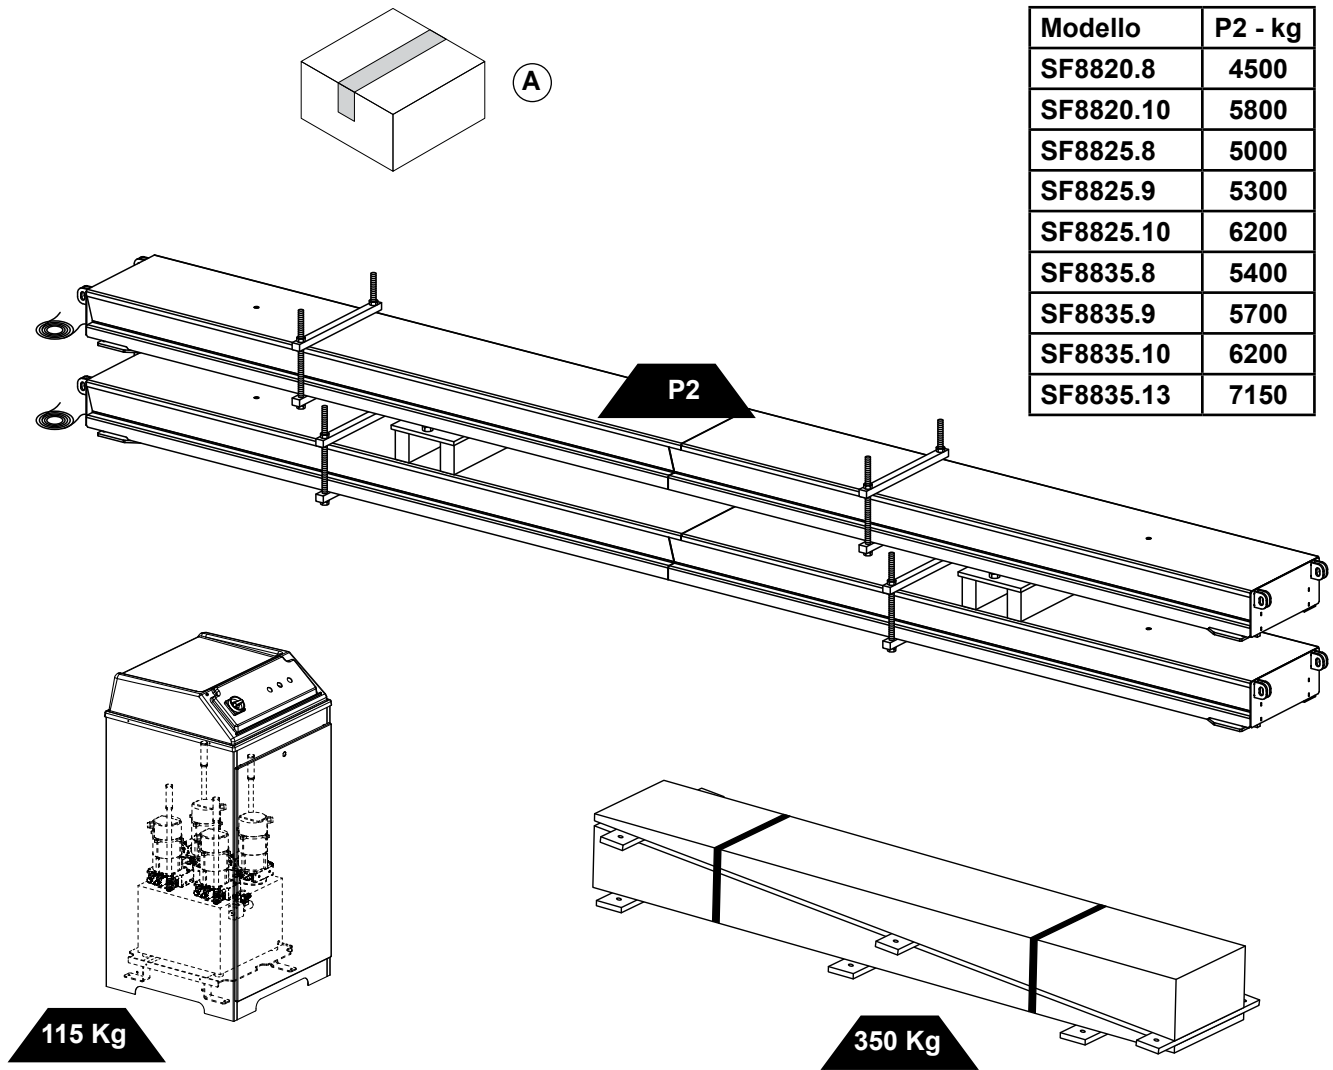
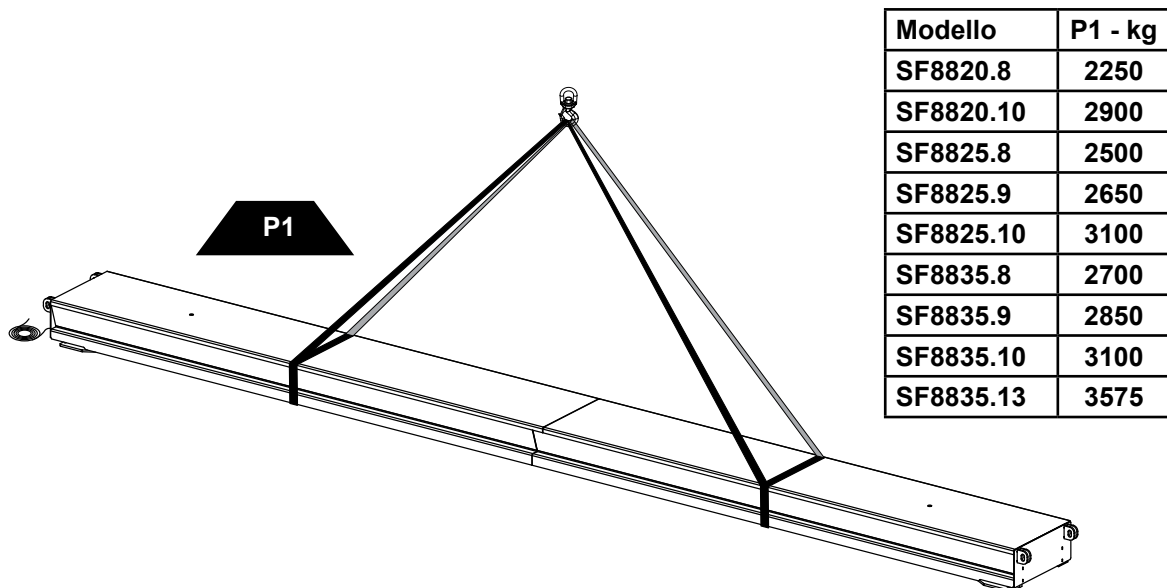

Fig.4
Fig.5
- Il sollevatore viene spedito solitamente come illustrato in fig. 4.
- La confezione (A) contiene gli accessori e le minuterie per il completamento dell'assemblaggio.
- Le operazioni di sollevamento devono essere eseguite come da fig. 5.
- sollevare con cautela, adoperando adeguati mezzi di sostegno del carico, in perfetta efficienza, utilizzando gli appositi punti di aggancio come indicato in fig. 5;
- The lift is usually sent as illustrated in fig. 4.
- Package (A) contains the accessories and the small parts for assembly completion.
- Lifting must be carried out as shown in fig. 5.
- lift with care, using suitable means of support for the load, in perfect working order, using the specific hooking points as shown in fig. 5;
- Normalerweise wird die Hebebühne gemäss Abb. 4 geliefert.
- Die Verpackung (A) enthält Zubehörteile und Kleinteile zur Komplettierung des Zusammenbaus.
- Beim Anheben gemäss Abb. 5 vorgehen.
- Vorsichtig anheben, die Last ordnungsgemäss mit geeigneten Hilfsmitteln stützen. Dabei die in Abb. 5 angegebenen Einhakungspunkte berücksichtigen;
- Généralement, le pont élévateur est livré comme illustré à la fig. 4.
- L'emballage (A) contient les accessoires et la minuterie pour compléter l'assemblage.
- Les opérations de levage doivent être réalisées comme indiqué à la fig. 5.
- soulever avec attention: se servir de moyens indiqués pour le soutien de la charge parfaitement efficaces et se servir des points d'attelage comme indiqué à la fig. 5;
- El elevador se envía normalmente como indica la fig. 4.
- El paquete (A) contiene los accesorios necesarios para completar el ensamblaje.
- Las maniobras de elevación tienen que realizarse como indica la fig. 5.
- Elevar con cuidado, utilizando medios de soporte de la carga adecuados, en perfecto estado, y los correspondientes puntos de enganche como indica la fig. 5;
**NB: Per i pesi dei componenti vedere fig. 4 e 5**
**NB: For weights of the components see Fig. 4 and 5**
**HINWEIS: für die Gewichte der Komponenten siehe Abb. 4 und 5**
**NB: Pour les poids des composants, référez-vous aux fig. 4 et 5**
**Nota: Para los pesos de los componentes véanse las figs. 4 y 5**